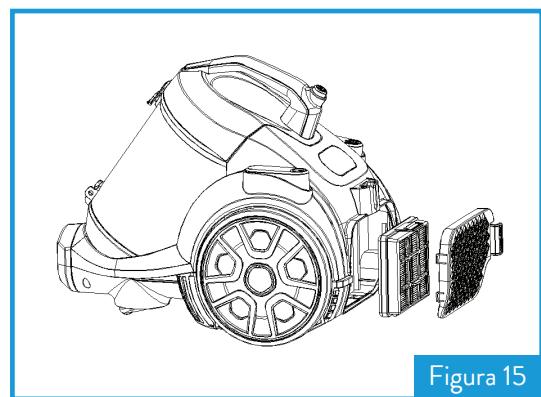

Figura 15
2. Quite el filtro HEPA, de acuerdo con la figura 15.